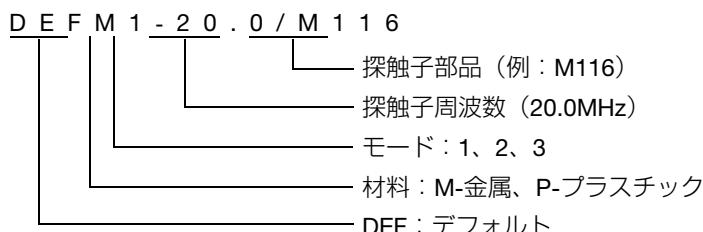

図 5-3 一振動子型探触子のデフォルトセットアップの選択
- 使用する探触子タイプのデフォルト画面（55 ページの図 5-3 に示す例を参照）で、使用する探触子で利用可能なデフォルトセットアップを強調表示します。